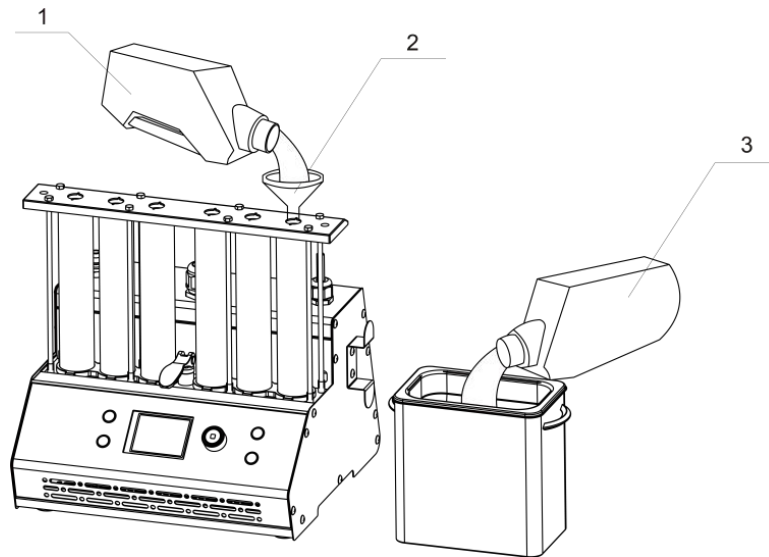

Рис. 4.1
- 2) Проверьте и добавьте тестовую жидкость. Поднимите ручку слива топлива и с помощью заправочной воронки залейте 2000 мл тестовой жидкости в отверстие одной из мерных колб (обратите внимание на контроль скорости заправки, чтобы предотвратить переливание жидкости), как показано на рис. 4.1.
① **Внимание:** Тестовая жидкость используется для проверки баланса производительности и факела распыла, испытания на утечку, проверки расхода впрыска и автоматической проверки. Для УЗ очистки используется специальная очищающая жидкость. Обе жидкости не входят в комплект поставки Стенда и приобретаются отдельно.